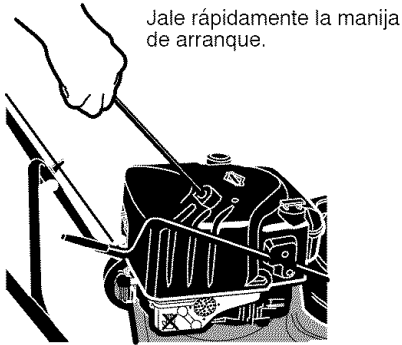

Figura 7
5. Jale lentamente la **manija de arranque manual** hasta que sienta resistencia y entonces jálela rápidamente para arrancar el motor (Figura 7). No suelte la **manija** inmediatamente después de jalarla. Deje que la manija del arranque manual se enrolle lentamente.